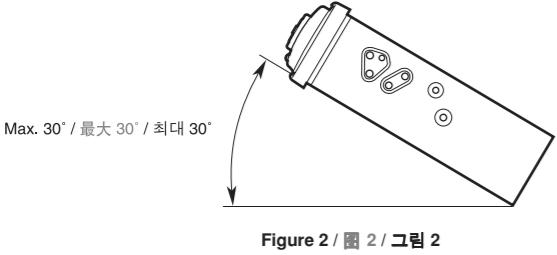

Figure 2 / 図 2 / 그림 2
- Install the unit within 30° of the horizontal plane. (Figure 2)
- 安装时，请使本装置与水平面的角度在30°以内。（图2）